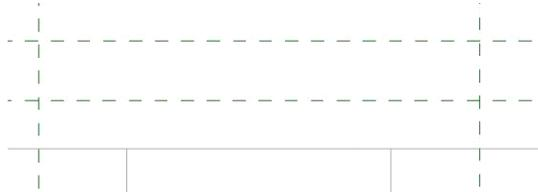

图 16.2-2
- 绘制参照平面。该案例需要建四条参照平面（如图 16.2-2 所示）。